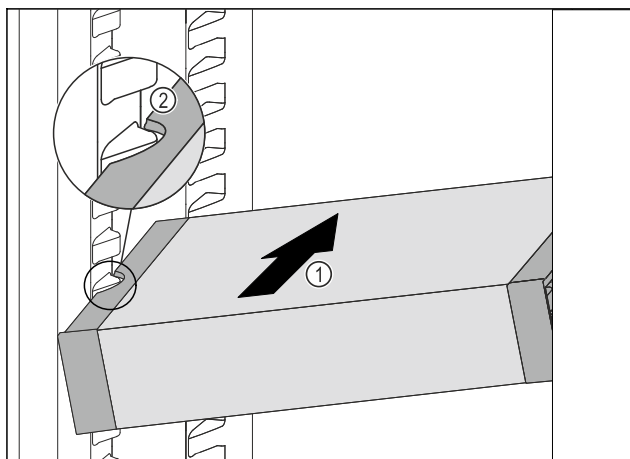

Fig. 71
- ▶ Zasuňte VarioSafe do chladničky pod úhlem tak Fig. 71 (1), aby vybrání na bocích Fig. 71 (2) VarioSafe byla na úrovni žebrování na nádoby v chladničce.